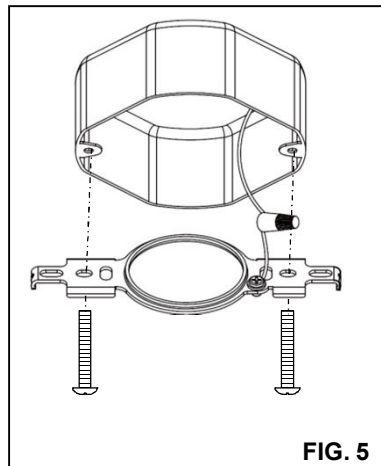

FIG. 5
4. Tuck all wires into the CAN and carefully push the RETROFIT TRIM into CAN. (NOTE: To provide enough room in shallow cans, carefully position SOCKET ADAPTER and SOCKET adjacent to the side of the LED DRIVER prior to inserting the RETROFIT TRIM into the CAN.) (FIG. 5)
1. Use wire nut to make ground wire connection between mounting bracket to existing junction box. Fasten mounting bracket to junction box. (FIG. 5)
4. Mete todos los cables en el PORTALÁMPARAS y empuje con cuidado la reconversión ADAPTADOR DECORATIVO en PORTALÁMPARAS. (NOTA: Para proporcionar suficiente espacio en los PORTALÁMPARAS de poca profundidad, con cuidado posicione el ADAPTADOR DEL ZÓCALO y el enchufe al lado de la CONTROLADOR antes de insertar el RECONVERSIÓNADO ADAPTADOR DECORATIVO en el PORTALÁMPARAS). (FIG. 5)
1. Conecte el cable de a tierra del luminario al cable a tierra de la caja de alimentación usando una turca de cables. Fije el soporte de montaje a la caja de alimentación. (FIG. 5)
4. Rentrez tous les fils dans le BOÎTIER et poussez doucement la GARNITURE DE RÉNOVATION dans le BOÎTIER. (À NOTER: dans le cas de boîtiers peu profonds, placez soigneusement le SUPPORT ADAPTATEUR et la DOUILLE contre le côté le plus du TRANSFORMATEUR DEL avant d'insérer la GARNITURE DE RÉNOVATION dans le BOÎTIER.) (FIG. 5)
1. Connectez le fil de terre de support de montage au fil de terre existant dans la boîte de jonction. Fixer le support de montage sur boîte de jonction. (**FIG. 5**)